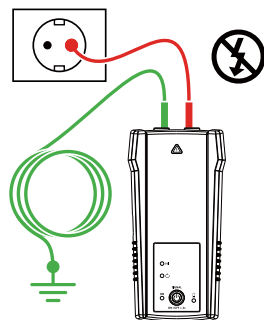

Figura 3.1c: Ligação correta com ligação à terra separada
ATENÇÃO: Por motivos de segurança, em circuitos com eletricidade, a ligação à terra independente deve ser sempre efetuada a uma proteção de ligação à terra (PE) de uma instalação elétrica (ver figura 3.1c).